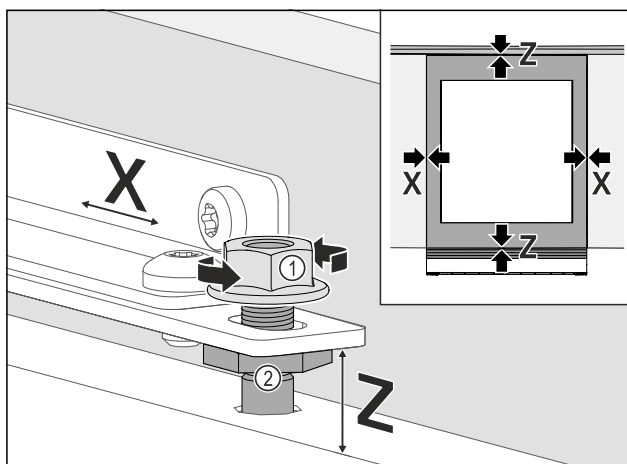

Fig. 106
- Bočno poravnajte vrata namještaja: Otpustite protumačicu Fig. 106 (1), pomaknite vrata namještaja u smjeru X.
- ▶ Pritegnite protumaticu Fig. 106 (1).
- ▶ Poravnajte vrata namještaja na visini **Z** i u bočnom nagibu: Namjestite svornjake za namještanje Fig. 106 (2).